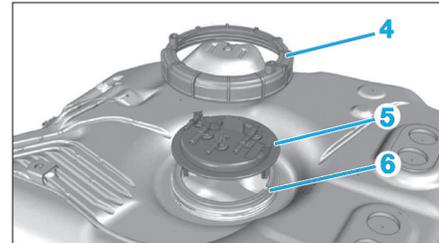

Fig. 25
- Déposer la bague-écrou (4) (Fig.25).
- Sortir l'ensemble pompe d'alimentation basse pression/jauge à carburant (5).
- Récupérer le joint d'étanchéité (6).